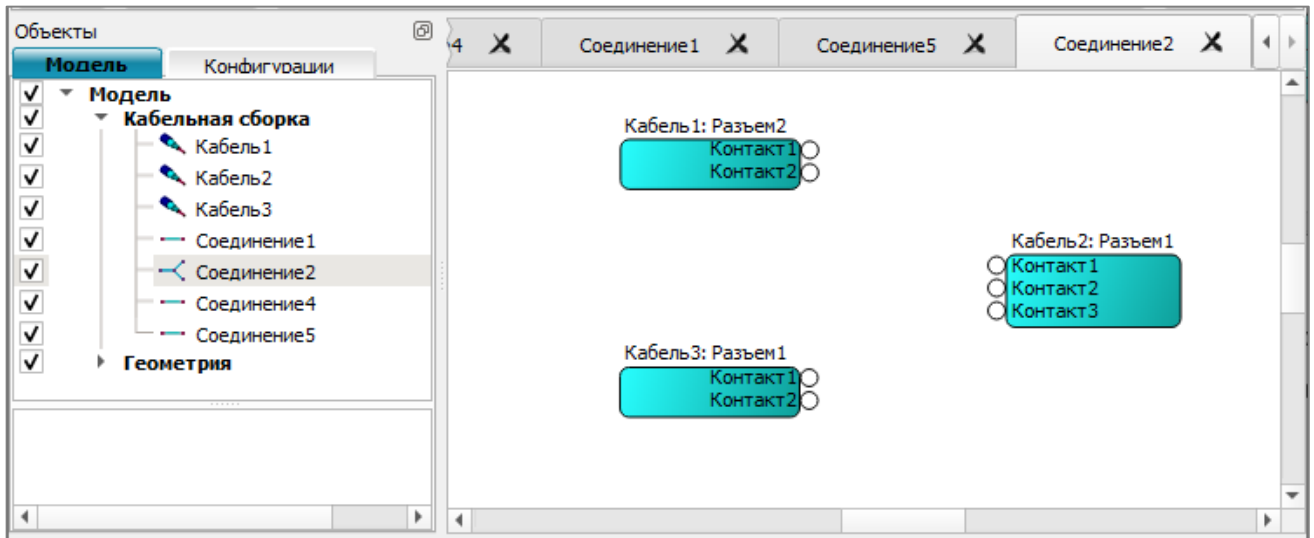

Рис. 76
11.7.1. Окно редактирования общего соединения нескольких кабелей (в примере их три) показано на рис. 76.